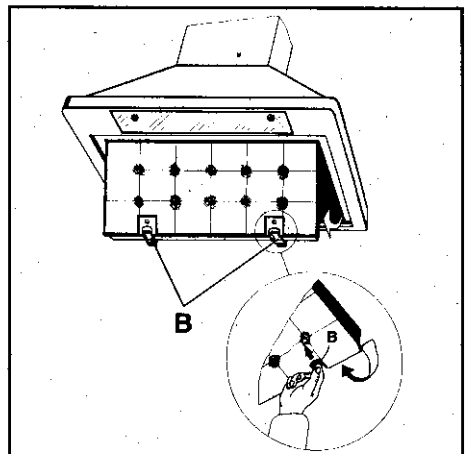

Fig. 2
- Pour monter le filtre, l'introduire dans son logement à l'avant et le fixer à l'arrière à l'aide des deux crochets B (Fig. 2).
Pour le démonter, enfoncer les touches 'B' vers l'intérieur et le tirer vers le bas (Fig. 2).